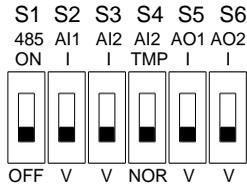

图 3-29 信号切换拨动开关跳线图
* AI2可用于正常的模拟量输入或电机温度检测，通过图3-29中的S4来选择，作为电机温度检测时支持PTC130、PTC150、KTY84等。